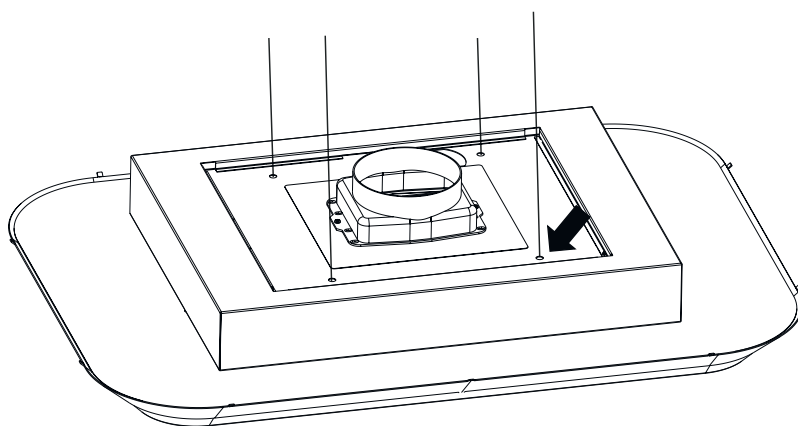

Fig. 12
- 6. ➔ För stålvejrnarna uppifrån och ner i fläkten genom säkerhetslåset (Fig. 12).